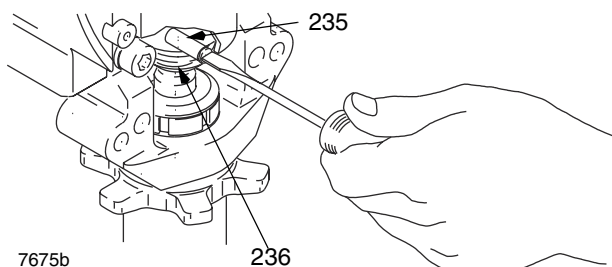

Рис. 1
3. Отвинтите от насоса трубку всасывания (34), придерживайте ключом впускной клапан (А) насоса, с целью недопущения ослабления крепления насоса.
4. Отсоедините выходной шланг насоса (100) от выходного патрубка поршневого насоса (60).
5. Рис. 1. При помощи отвертки, сдвиньте вверх стопорную шайбу (236) в верхней части насоса. Вытолкните шпильку (235).